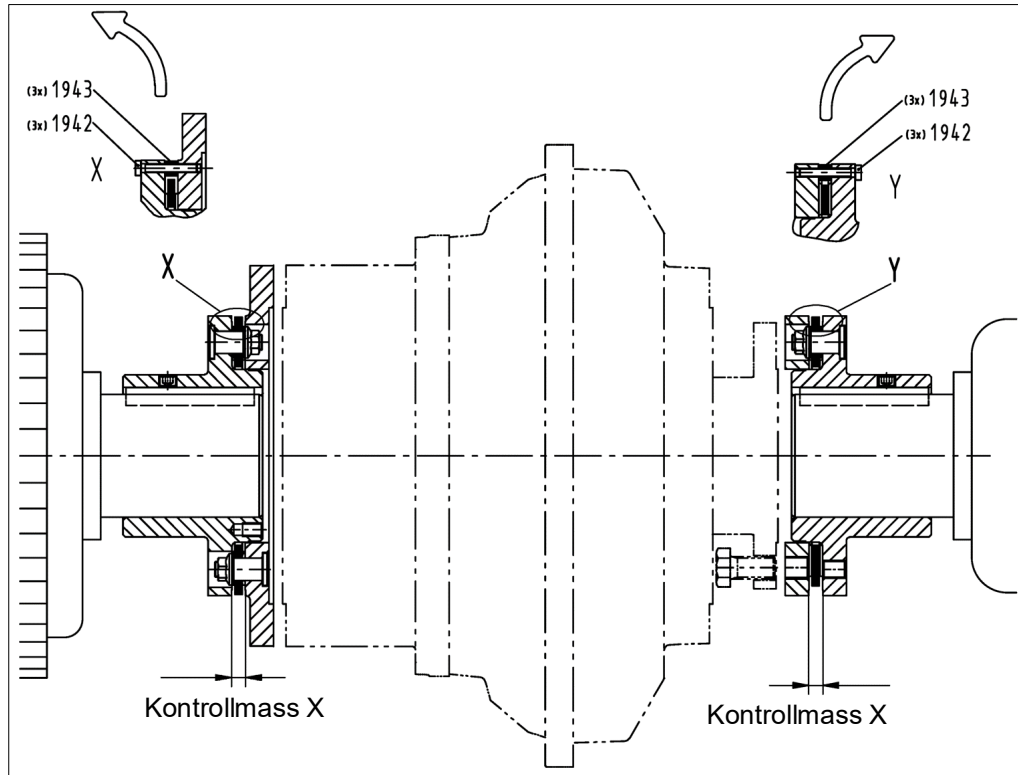
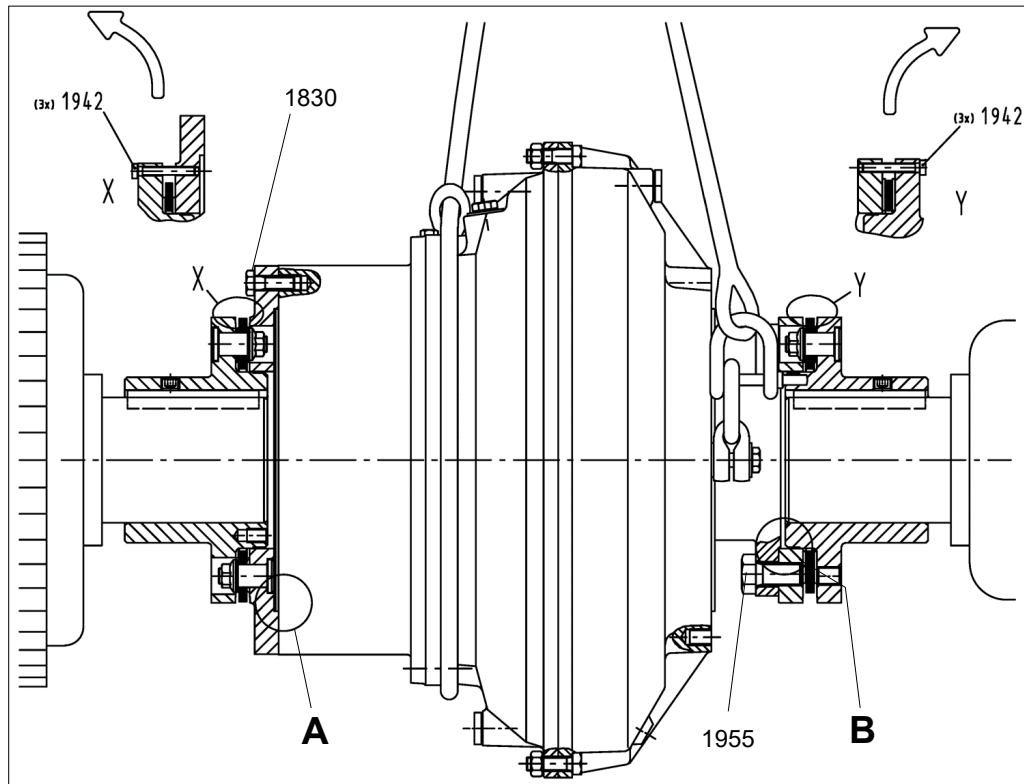
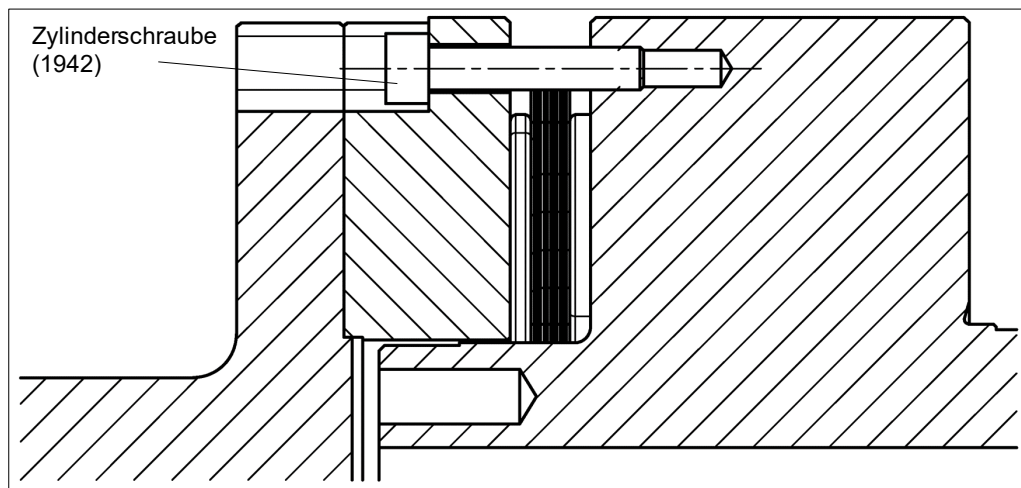

Bild 32
Bild 35
Bild 37
- Bei Ausführung der GPK01 mit Bremsstrommel / -scheibe ist die Montagerichtung der Pos. 1942 auf der Abtriebsseite nicht wie im Bild 32 dargestellt. Diese ist in Bild 37 und auf dem Einbauplan ersichtlich.
- Bei Ausführung der GPK01 mit Bremstrommel / -scheibe ist die Montagerichtung der Pos. 1942 auf der Abtriebsseite nicht wie im Bild 35 dargestellt. Diese ist in Bild 37 und auf dem Einbauplan ersichtlich.